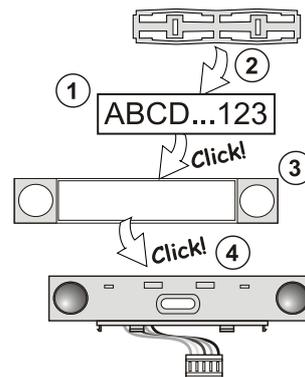

Figura 3: Insertar la etiqueta en el segmento de control
- a. Cuando se enciende el dispositivo, el botón retroiluminado (3) empieza a parpadear en amarillo indicando que el módulo todavía no ha sido asignado en el sistema.
- c. Presione el botón retroiluminado de activación (3) sobre la pantalla – el módulo se asignará y el indicador LED amarillo se apagará.
9. Una vez completada la instalación, introduzca las etiquetas informativas en las cubiertas transparentes del segmento y ciérrelas, ver figura 3. La impresión de las etiquetas es una parte del software F-Link (pestaña **Dispositivos**, en la posición del módulo – **Ajustes internos**).